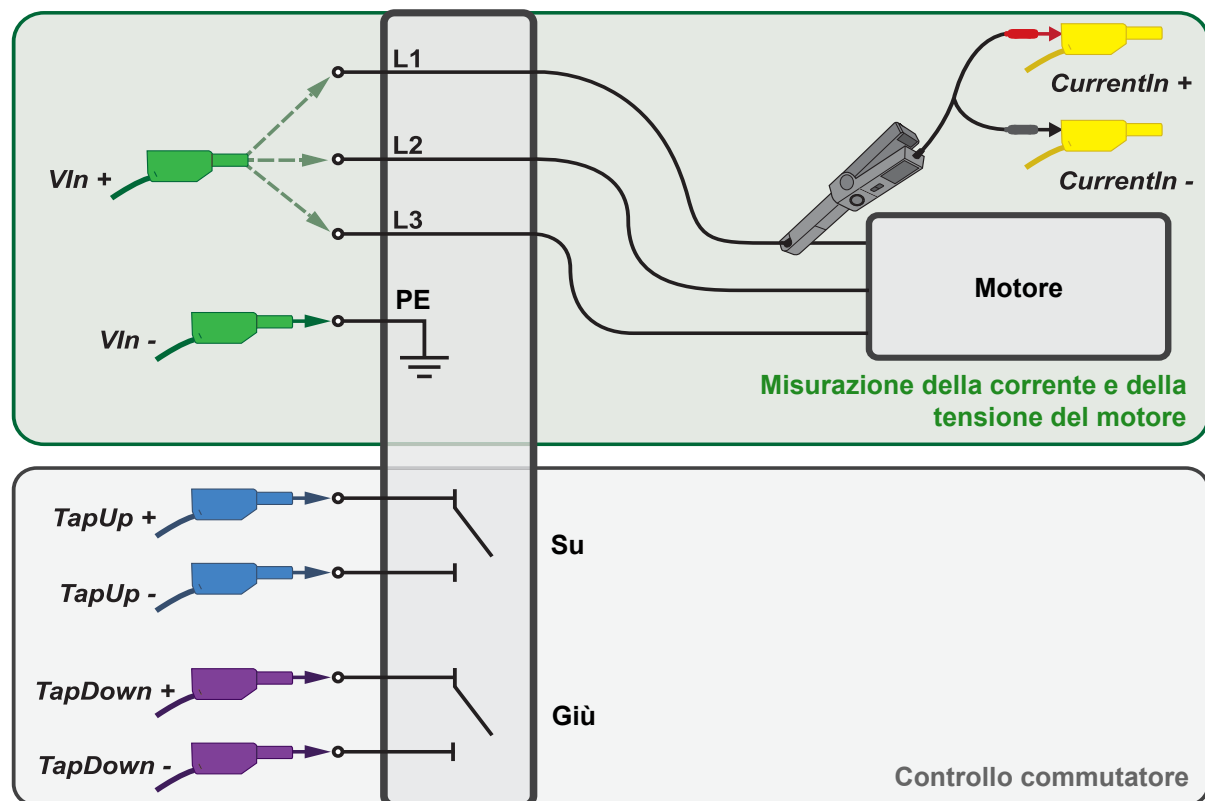

Figura 4-2: Schema di collegamento del cavo del commutatore di presa al commutatore di presa
- III. Collegare il cavo del commutatore di presa ai morsetti corretti nell'armadio di controllo del trasformatore (vedere figura 4-2 in basso).